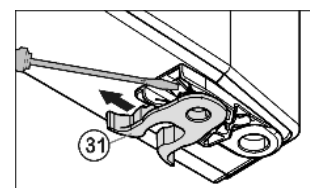

Fig. 7
- ▶ Pružinovou svorku Fig. 7 (31) přesadit: Stisknout zářezku pro uchycení, přesto stáhněte pružinovou svorku.